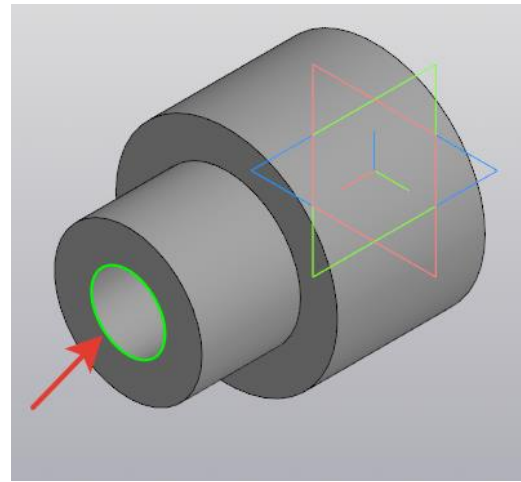

Рисунок 122.
15. Выберите кромку внутреннего отверстия (рисунок 122).